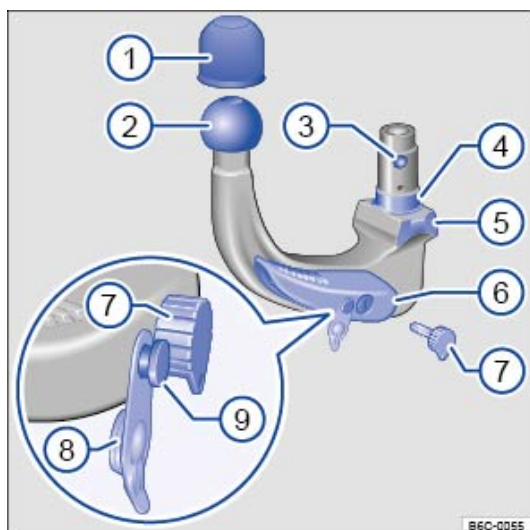

Fig. 155 Vue d'ensemble : boule amovible du dispositif d'attelage
Légende de la : ⇒ Fig. 155
- Vérifiez que le logement, le levier de verrouillage ⇒ Fig. 155 ⑥, la tige ④ et les billes de verrouillage ③ de la boule sont propres et en bon état ⇒ . Nettoyez-les, le cas échéant.
- Le cache de serrure ⇒ Fig. 155 ⑧ est ouvert et la clé ⑦ est introduite.
- L'axe de déverrouillage ⑨ est mobile.
- Le levier de verrouillage ⑥ se trouve en position inférieure.
- Toutes les billes de verrouillage ③ peuvent être enfoncées complètement dans la tige ④.
- Appuyez vigoureusement sur la boule d'attelage vers le haut jusqu'à ce qu'elle s'enclenche. Les centreurs ⇒ Fig. 155 ⑤ doivent s'engager dans leurs logements sur le véhicule.
- Le levier de verrouillage ⑥ retrouve automatiquement sa position d'origine vers le haut et la zone verte de l'axe de déverrouillage ⑨ est visible.
- Tournez la clé ⑦ dans le sens horaire jusqu'à ce que la partie perforée de la clé se trouve en bas et retirez la clé.
- Emmanchez le cache ⑧ sur la serrure et remettez la clé ⑦ dans l'outillage de bord.
- Le levier de verrouillage ⇒ Fig. 155 ⑥ se trouve en position supérieure.
- La zone verte de l'axe de déverrouillage ⑨ est visible.
- Secouez ou tirez vigoureusement la boule d'attelage ② vers le bas. Elle doit rester bien fixée dans son logement ⇒ ⚠.
- La serrure doit être verrouillée et la clé ⑦ retirée.
- Le cache de serrure ⑧ doit recouvrir la serrure du levier de verrouillage.
- Si le plus petit diamètre de la boule d'attelage ⇒ Fig. 155 ③ est inférieur à 49 mm, n'utilisez jamais le dispositif d'attelage.
- Retirez le cache de serrure ⇒ *Fig. 155* ⑧ de la serrure dans le levier de verrouillage et insérez la clé ⑦ dans la serrure.
- Tournez la clé ⑦ dans le sens inverse des aiguilles d'une montre, jusqu'à ce que la partie perforée de la clé se trouve en haut.
- Maintenez avec votre main le collet de la boule d'attelage ②.
- Appuyez sur l'axe de déverrouillage ⑨ tout en appuyant vers le bas le levier de déverrouillage ⑥ jusqu'en butée ⇒ . La boule d'attelage est armée.
- Lâchez le levier de verrouillage ⑥ et rangez la boule d'attelage armée en toute sécurité avec l'outillage de bord.